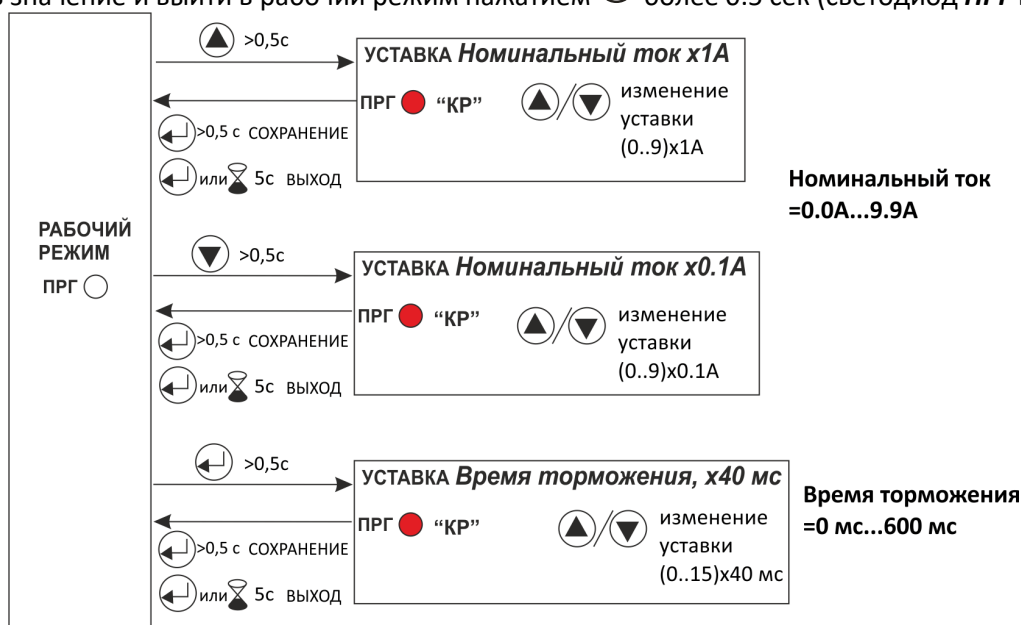

Рисунок 6 –Схема работы режима быстрой настройки
1.9.2 Схема работы режима быстрой настройки приведена на рис.6.